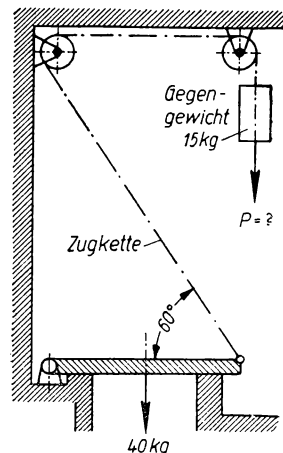

Bild 127
**262.** Die Zugkette des Deckels eines Tiegel-einsetzofens (Bild 127) ist durch ein Gegengewicht 15 kg belastet. Mit welcher Zusatzkraft  $P$  muß der Arbeiter an dem Gegengewichte nach unten ziehen, um den Deckel aus der waagerechten Lage zu öffnen? Das Gewicht des Deckels, 40 kg, greift in seiner Mitte an. Das Eigengewicht der Kette werde vernachlässigt.